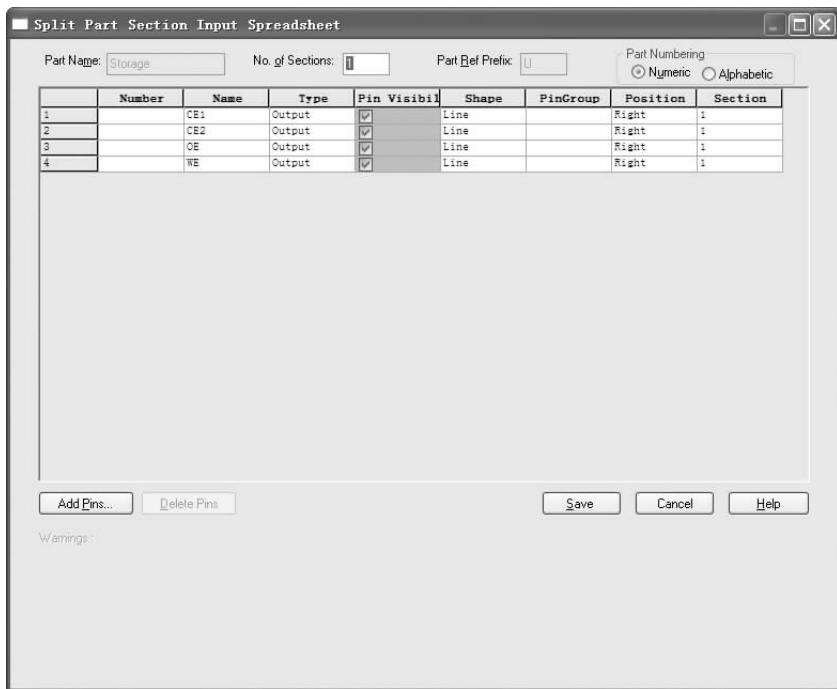

图 6-263 “Split Part Section Input Spreadsheet”对话框
4) 弹出如图 6-263 所示的对话框，设置层次块元件的引脚信息，选中 5、6、7、8 引脚，单击 ，删除多余引脚，如图 6-263 所示，单击 按钮，关闭对话框，完成子原理图到层次块的转换。